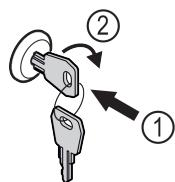

Fig. 68 Зображення для прикладу
- Вдавити ключ Fig. 68 (1).
- Повернути ключ на 90° за годинниковою стрілкою Fig. 68 (2).